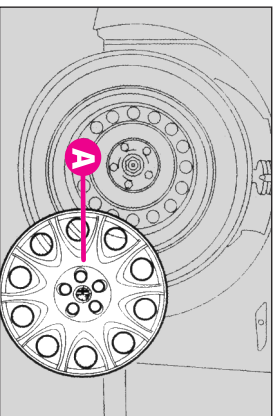

fig.3
- scoateți trusa de uneelte (B) și puneți-o în apropierea roții pe care doriți s-o schimbați.
- luați roata de rezervă (C).
- îndepărtați capacul roții (A-fig. 3) (doar la modelele cu jantă de oțel).